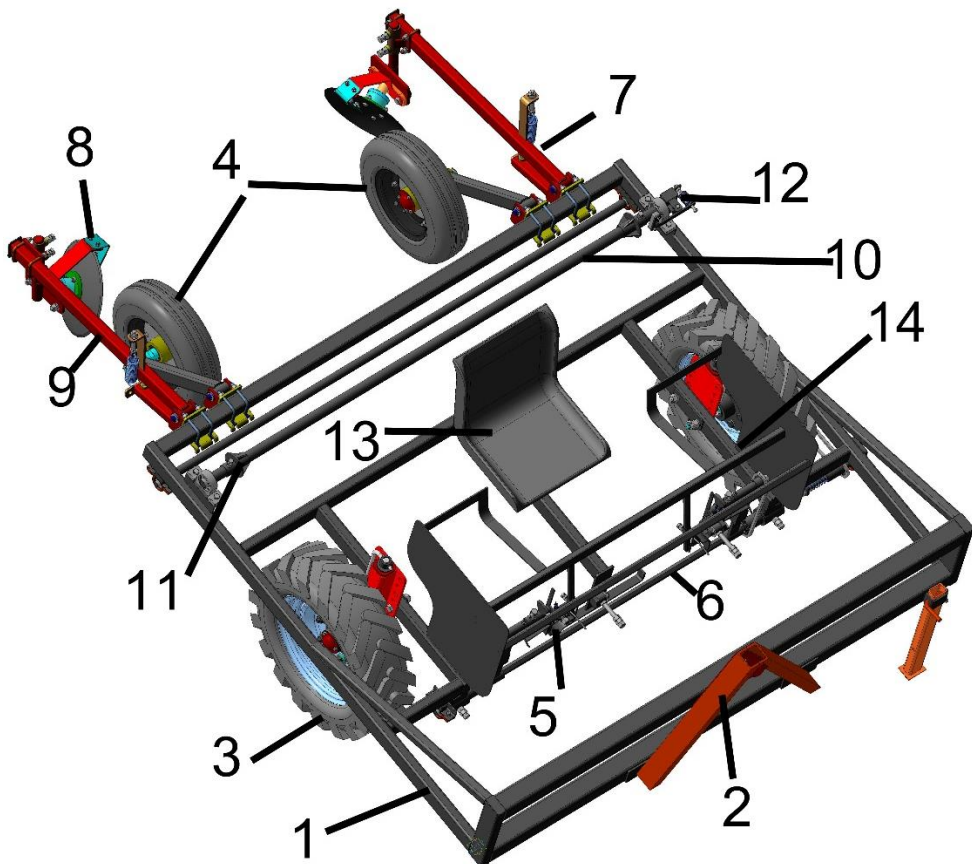

Рисунок 1 – Общий вид укладчика плёнки и тоннелей УПТ-1
3.1 Укладчик тоннелей (рис.1) представляет собой навесную машину, состоящую из несущей рамы 1, на которой крепятся: сцепка для навески на трактор 2, два регулируемых по высоте приводных колеса 3 и два прикатывающих колеса 4 на подпружиненных кронштейнах 7, а также механизм для установки дуг 5 с приводным валом 6. В задней части рамы на шарнирных кронштейнах 9 установлены дисковые загортачи 8. Для регулировки под различную ширину укрывного материала дисковые загортачи и прикатывающие колёса имеют возможность перемещения вдоль рамы.